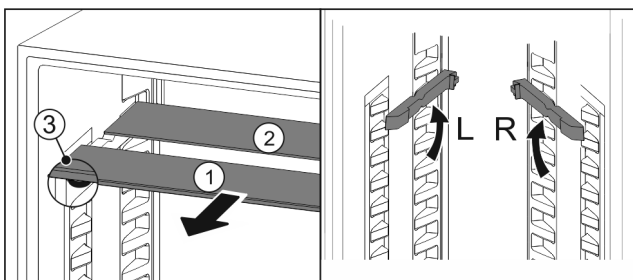

Fig. 25
- ▶ Retire las placas de cristal individualmente hacia delante Fig. 25 (1).
- ▷ La placa de vidrio Fig. 25 (1) con moldura está situada delante.
- ▷ Los topes Fig. 25 (3) miran hacia abajo.